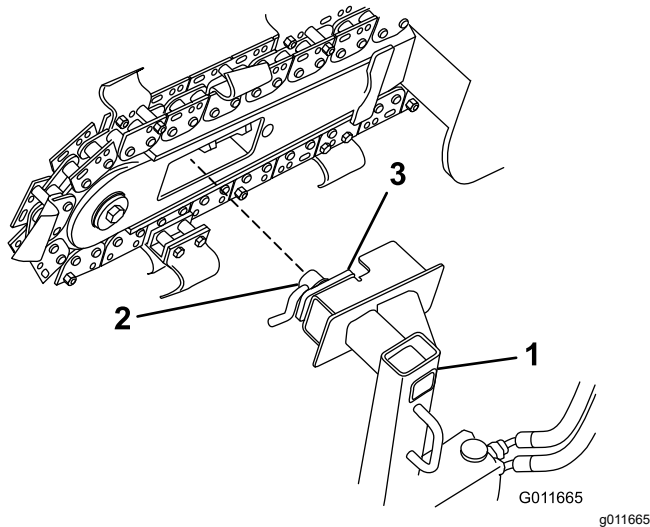

Figura 22
3. Afloje el perno de bloqueo de la palanca en la cabeza perforadora y gire la placa de sujeción hasta que esté paralela a la cabeza perforadora (Figura 22).
4. Deslice la cabeza perforadora a través del hueco de la espada de la zanjadora según se muestra en la Figura 22.